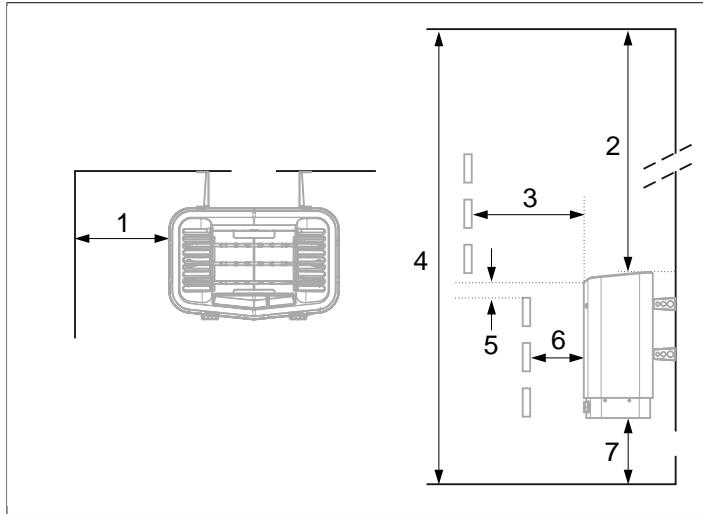

Fig 2: Placering av bastuaggreatet - normalmontage
- på säkert avstånd till golvet, sidoväggar och inredning (se **Fig 2**, sidan 2).